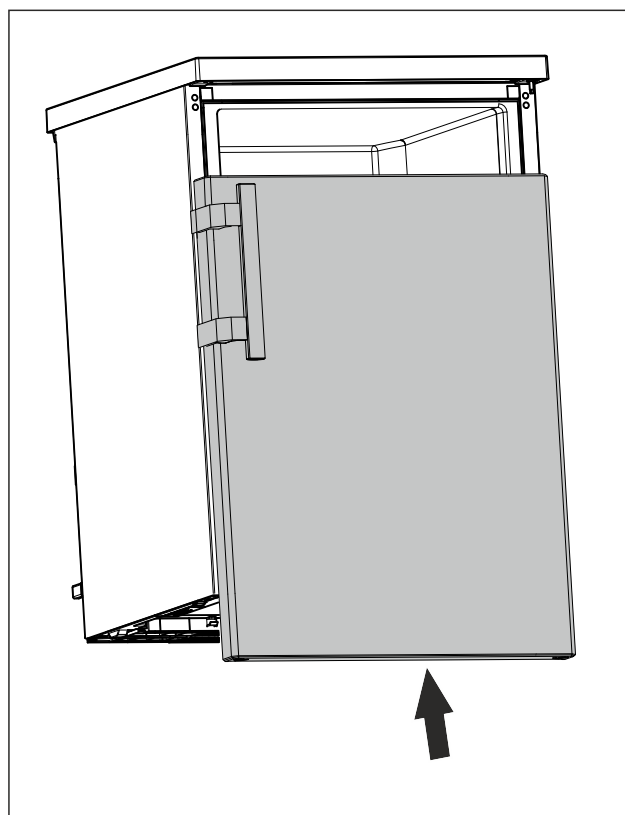

Fig. 21
- Nasuňte dvere v zatvorenom stave na horný čap. (pozri Fig. 21)